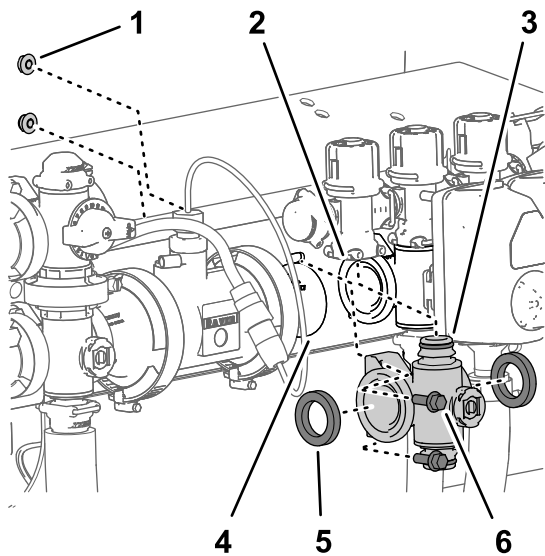
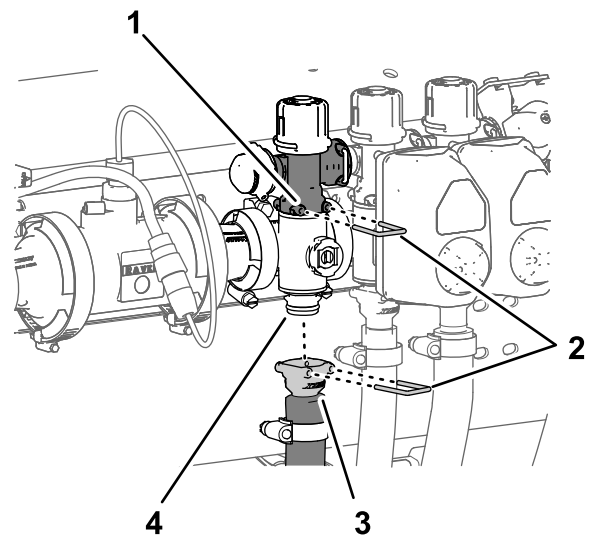

Figura 113
Figura 114
- Allineate le 2 guarnizioni rimosse in Rimozione della valvola del collettore di sezione \(pagina 82\) alle flange del collettore della valvola della sezione (Figura 113).
- Allineate la flangia del collettore della valvola della sezione allo spazio tra le flange dell'altra o delle altre valvole e/o dell'adattatore di accoppiamento (Figura 113).
- Montate il raccordo di collegamento rapido del collettore della valvola della sezione sul raccordo a scollegamento rapido della valvola di bypass della sezione mediante un perno di collegamento rapido (Figura 113 e Figura 114).
- Per i collettori delle valvole delle sezioni sinistra o destra, montate il collettore della valvola della sezione sul supporto della valvola (Figura 113) mediante i 2 bulloni a testa flangiata (1/4" x 3/4")
8. Montate l'accoppiatore rapido del flessibile della sezione sul raccordo di collegamento rapido del collettore della valvola della sezione mediante il perno di collegamento rapido (Figura 114).